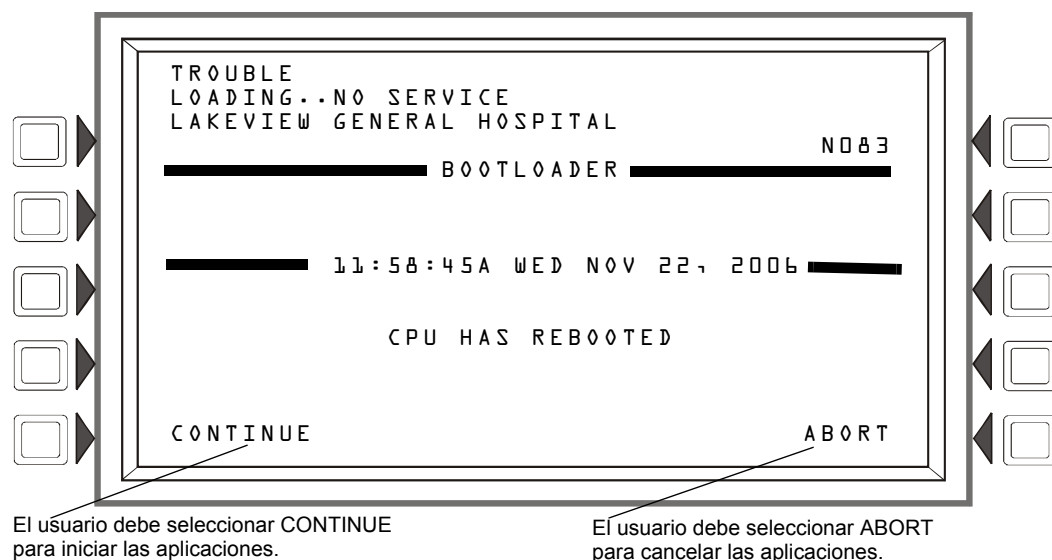

Figura I.2 Inicio de la aplicación de Singapur
- Requiere que el usuario inicie el arranque de la aplicación cuando el panel se inicia/reinicia. El LED de falla de la CPU continuará encendido hasta que el usuario inicie el arranque. (Consulte la Figura I.2.)